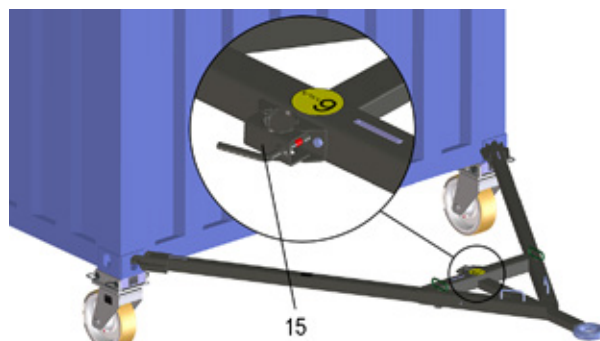

Figure 6-13
- Il est recommandé d'utiliser une béquille pour élinguer la barre de traction. Celle-ci peut être montée sur l'élément de serrage en option (figure 6-13). Sortir ensuite immédiatement de la zone de danger entre le véhicule et le conteneur.